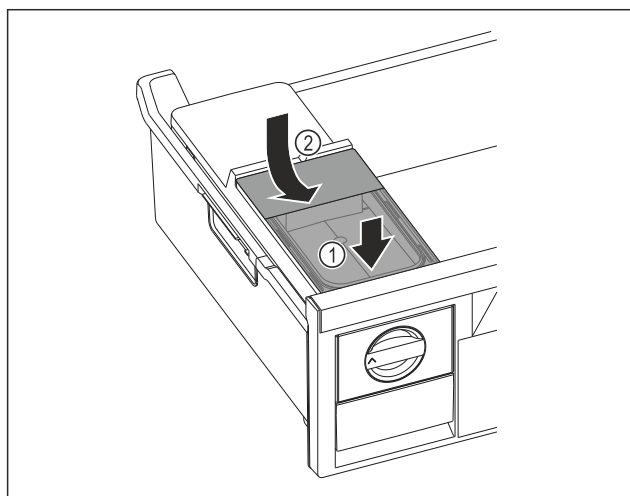

Fig. 151
- Pielieciet ūdens tvertni priekšā. Fig. 151 (1)
- Nolaidiet ūdens tvertni aizmugurē. Fig. 151 (2)